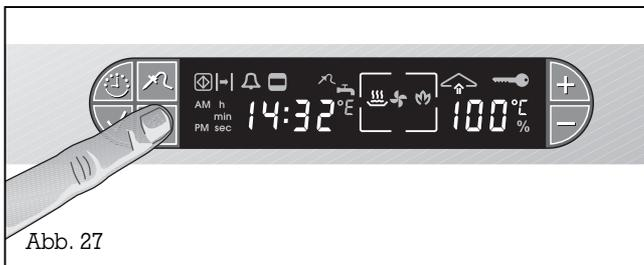

Abb. 27
- Betätigen Sie für mindestens 1 Sekunde die Taste \uparrow (Beschwadern / Kondensieren) (Abb. 27).